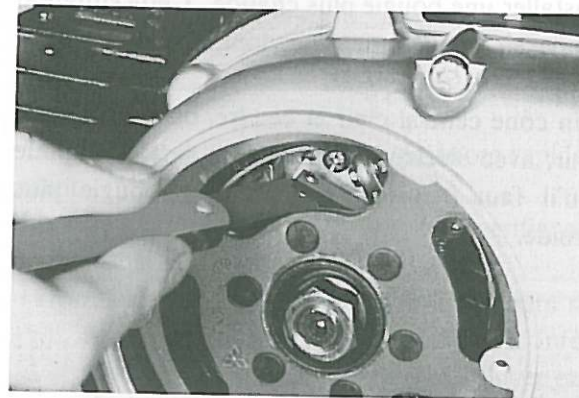

Fig. 2-5-5
11. When correct ignition timing has been accomplished, check maximum point gap by turning flywheel until maximum point gap occurs. Measure point gap with thickness gauge. (Fig. 2-5-5)
11. Une fois l'avance à l'allumage correctement réglée, tourner le volant jusqu'à ce que les contacts du rupteur soient écartés au maximum, et mesurer l'intervalle entre les contacts à l'aide d'un calibre à lames. (Fig. 2-5-5)
11. Wenn der richtige Zündzeitpunkt erzielt wurde, ist der größte Kontaktabstand zu überprüfen, indem das Schwungrad gedreht wird, bis der Kontaktabstand am größten ist. Kontaktabstand mit der Fühlerlehre messen. (Fig. 2-5-5)